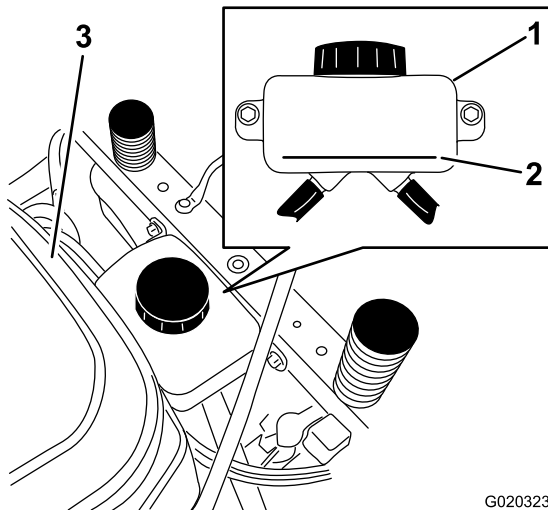
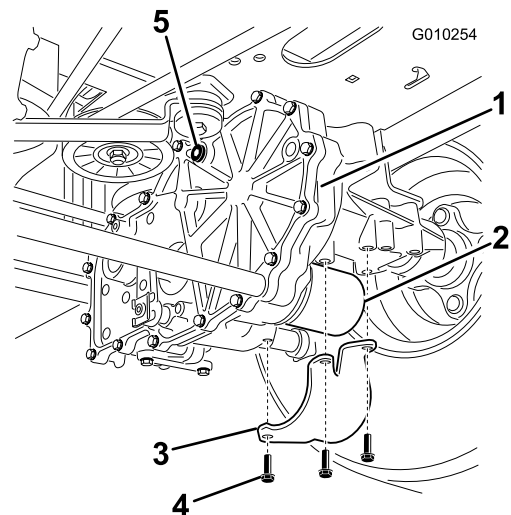

Figure 49
Figure 50
3. Localisez le filtre et les protections sur chaque transmission de la boîte-pont (Figure 50).
4. Retirez les trois vis qui fixent la protection du filtre et déposez la protection (Figure 50).
- A. Vérifiez que les bouchons d'aération et le bouchon du réservoir sont retirés avant d'ajouter l'huile (Figure 49 et Figure 50).
- B. Versez lentement l'huile spécifiée dans le vase d'expansion jusqu'à ce qu'elle ressorte par l'un des orifices des bouchons d'aération; arrêtez alors de verser (Figure 50).
- C. Remettez ce bouchon d'aération en place (Figure 50).
- D. Versez de l'huile dans le vase d'expansion jusqu'à ce qu'elle ressorte par l'orifice de l'autre bouchon d'aération sur la seconde transmission; arrêtez alors de verser (Figure 50).
- E. Remettez ce bouchon d'aération en place (Figure 50).
7. Versez de l'huile dans le vase d'expansion jusqu'à ce qu'elle atteigne le repère du niveau maximum à froid (FULL COLD) sur le réservoir et remettez le bouchon du vase d'expansion en place (Figure 49).
d'huile spécifiée jusqu'à ce que le niveau atteigne le repère maximum à froid (FULL COLD) sur le vase d'expansion (Figure 49).
6. Arrêtez le moteur et vérifiez le niveau d'huile dans le vase d'expansion. Faites l'appoint d'huile spécifiée jusqu'à ce que le niveau atteigne le repère maximum à froid (FULL COLD) sur le vase d'expansion (Figure 49).